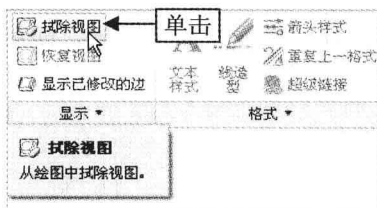

图 12-61 单击“拭除视图”按钮
Step 02 在“功能区”选项板的“布局”选项卡中,单击“显示”面板中的“拭除视图”按钮,如图 12-61 所示。